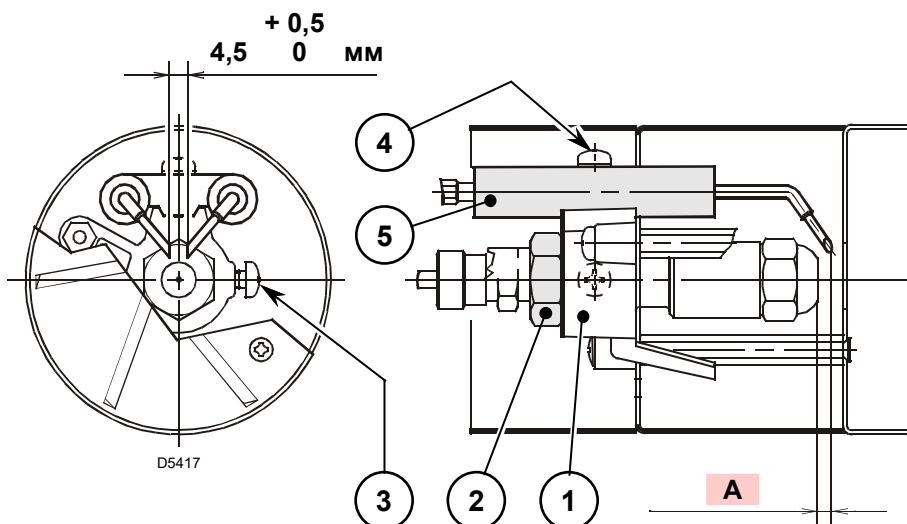

Рис. 15
Соблюдение размеров, указанных на Рис. 15, обязательно.
- Установите узел опоры крыльчатки 1) (Рис. 15) на держатель форсунки 2) и закрепите винтом 3) (Рис. 15).
- Для возможной регулировки ослабьте винт (4) и переместите узел электродов (5).
- Отсоедините кабели 1) от электродов, отверните винт 3) (Рис. 15) и снимите узел завихрителя 6) с узла держателя форсунки 5).